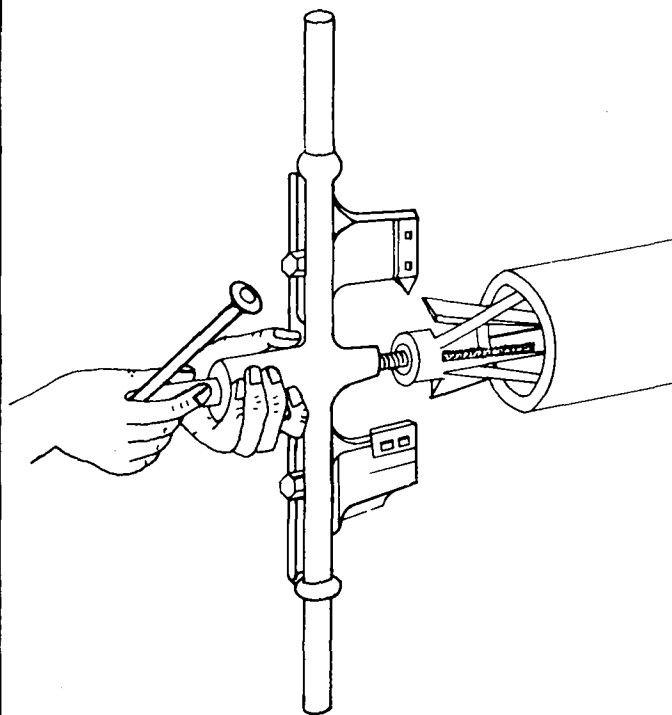

FIG. 2
3.º Passo – Monte o torno fixando as garras na parte interna do tubo (fig. 2).